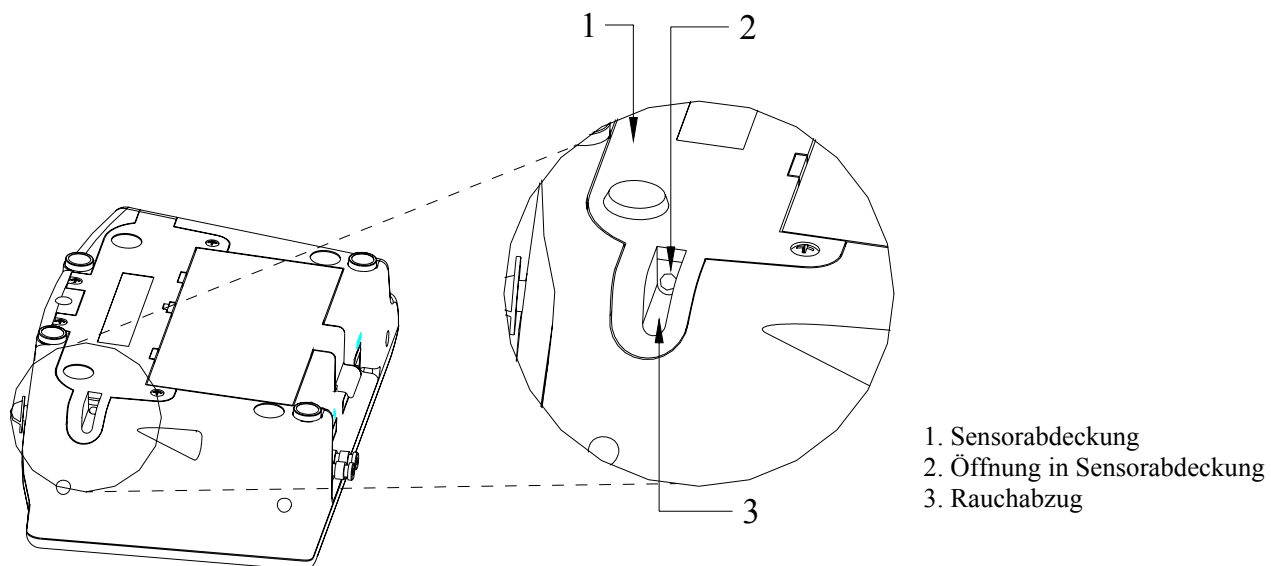

Abbildung 21: Ausrichtung der Sensor-Kappen-Öffnung mit der Entlüftungsöffnung in der Sensorabdeckung
11. Nach Anlegen der Sensorabdeckung ist sicherzustellen, dass die Austrittsöffnung auf der CO-Sensor-Kappe durch das Luftloch der Sensorabdeckung zu sehen ist (siehe Abbildung 21).